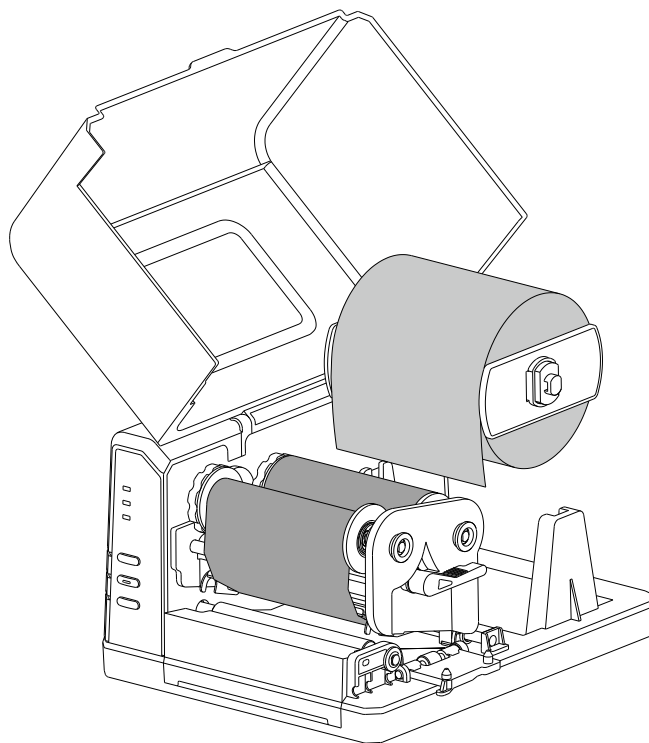

图 2-9
2. 将纸卷轴连同纸卷一起放入纸卷仓，按纸卷轴上的刻度将纸卷放置在中间位置，并将两个挡板靠紧纸卷，如图 2-9 所示。